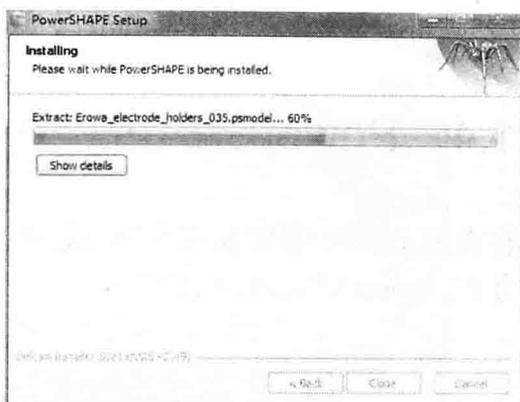

图 1-6 安装对话框 6
(6) 单击 **Install** 按钮，系统开始安装软件，如图 1-6 所示。